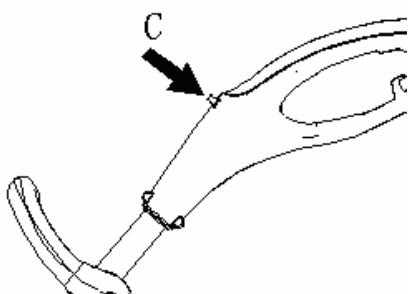
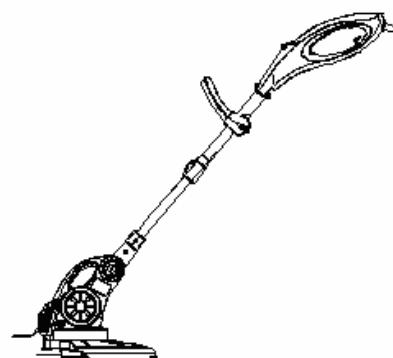
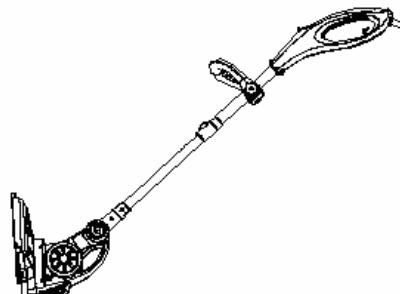

Fig. 8
Fig. 9 (mode normal débroussailleuse)
Fig. 10 (mode coupe-bordure)
2. Poussez sur le bouton de conversion coupe-bordure (C) (Fig. 8) et faites pivoter l'ensemble poignées. (Fig. 9 mode normal débroussailleuse et Fig. 10 mode coupe-bordure)